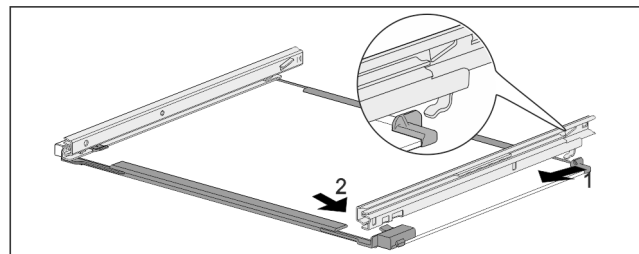

Fig. 159 Glasplatte mit Schienen
- ▶ Schiene hinten einhaken. Fig. 159 (1)
- ▶ Schiene vorne einrasten. Fig. 159 (2)